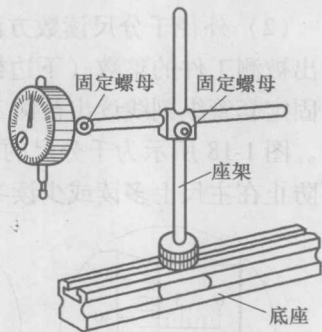

图 1-21 百分表的夹持
2) 使用时, 必须把百分表固定在可靠的夹持架 (表架) 上, 如图 1-21 所示。切不可贪图省事, 随便夹在不稳固的地方, 否则容易造成测量结果不准确或摔坏百分表。